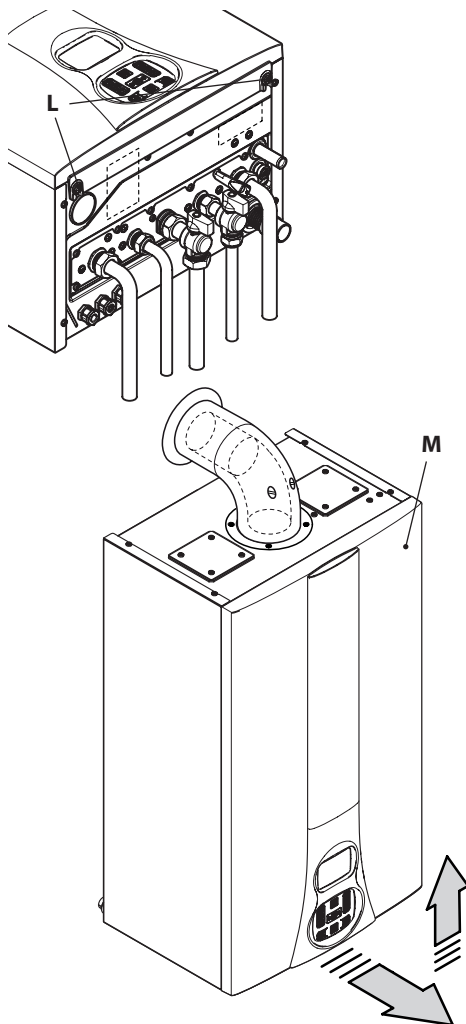

Figura 5.17
- Svitare le viti **L** e rimuovere il pannello frontale **M** tirandolo a sé e quindi spingendolo verso l'alto in modo da liberarlo dalle sedi superiori Figura 5.17.